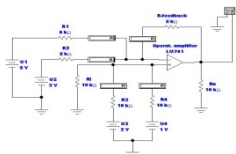

Рис.2
4. Как изменится основное соотношение для схемы на рис. 2, если на неинвертирующий вход ОУ подать постоянное напряжение?
13. Изменится ли сигнал на выходе схемы на рис. 2, если сопротивления всех резисторов увеличить вдвое?
14. Рассчитать выходное напряжение в схеме на рис. 2, с учетом того, что входные источники имеют внутреннее сопротивление R ?